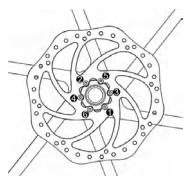
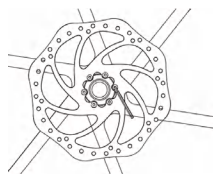

Figure 2-1 Séquence de serrage du disque et des vis de fixation du disque
Figure 2-2 Clé hexagonale de 3 mm pour serrer la vis de fixation du disque
① Installez le disque de frein sur le moyeu, en vous assurant que la marque sur le disque de frein est orientée vers l'extérieur (le sens de rotation de la roue est cohérent avec le sens de la flèche du disque), puis serrez les vis de fixation du disque à moitié serrées. Pour assurer la planéité du disque, les vis du disque doivent être serrées en alternance dans des positions relatives.
② Portez des gants de protection, appliquez une certaine force sur le disque dans le sens des aiguilles d'une montre et serrez les vis de fixation du disque dans l'ordre diagonal (comme indiqué dans la Figure 2-1 et la Figure 2-2).
③ Couple de serrage de la vis de fixation du disque 60 kgf-cm (55 lb-in)